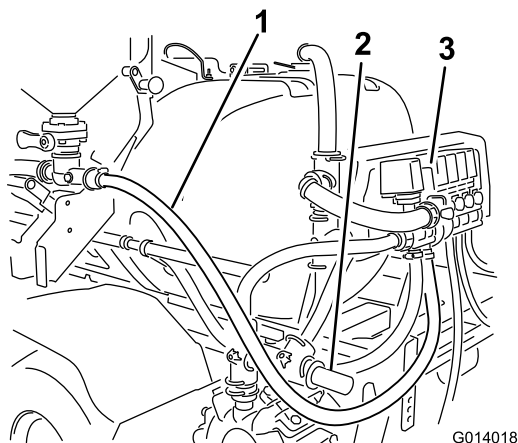

Рисунок 26
- Направьте открытый конец шланга подачи назад, мимо насоса, и затем возвратите его в сторону клапана в сборе под предохранительным клапаном (Рисунок 26).
- Проследив, чтобы шланг остался под шлангом перемешивания, но выше левого крепления центральной стрелы, проложите шланг вверх к узлу клапана эдуктора (Рисунок 26).